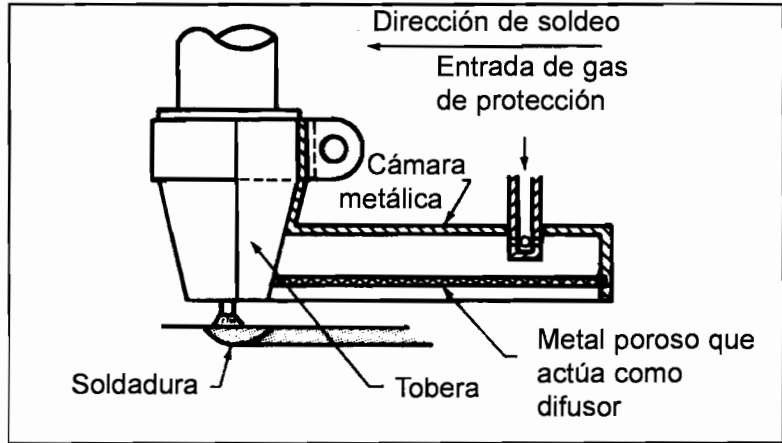

FIGURA 29.1: CÁMARA REMOLCADA PARA SOLDEO DE TITANIO
1. Proteger el baño de fusión, encargándose de esta función el gas suministrado por la tobera (ver figura 29.1). Se deberá seleccionar el máximo diámetro de tobera que permita buena accesibilidad y visibilidad de la unión, los diámetros suelen oscilar entre 13 y 19 mm y puede ser muy conveniente disponer de un laminador de flujo de gas para evitar turbulencias del gas de protección.
El método más empleado es una cámara remolcada que se acopla a la tobera y suministra el gas a través de un difusor poroso (ver figura 29.1).